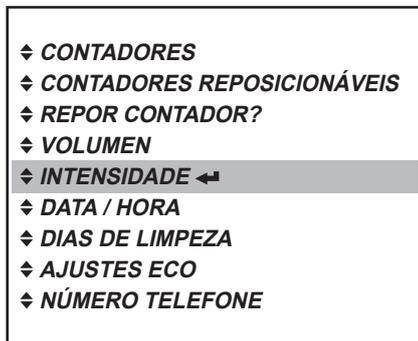

Fig. 36
1. Prima a tecla Enter ◀ para acessar o menu «INTENSIDADE». (Fig. 36)